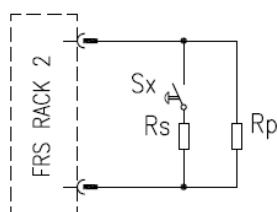

Рис. 6
- **Наружная кнопка для запуска тушения в ручном режиме** – с её помощью можно активировать режим тушения, находясь в другом месте, нежели защищаемое пространство. Целостность цепи кнопки для запуска тушения в ручном режиме контролируется непрерывно. Схема подключения кнопки приведена на Рис. 6.